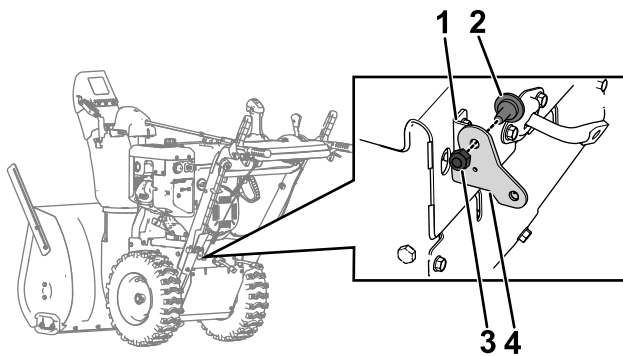

Figura 6
8. Retire el brazo del cable de tracción existente del soporte del brazo, retirando el perno y la tuerca que lo sujetan (Figura 6).